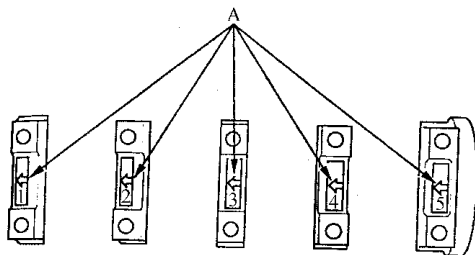

图 2-52 轴承盖安装箭头标记
12) 安装轴承盖，如图 2-52 所示，箭头 A 要朝向轴承盖桥上的正时侧链(L15A2 型发动机)。